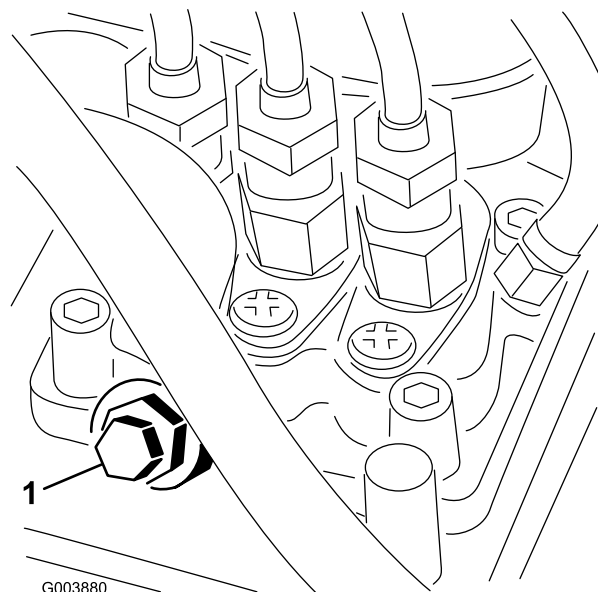

Figure 21
3. Desserrez la vis de purge sur la pompe d'injection (Figure 21).